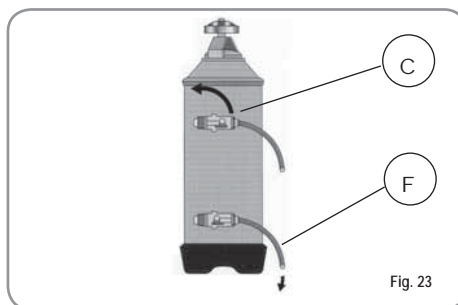

Fig. 23
2) Rimettere il tappo e riposizionare la leva C verso sinistra (Fig. 23), lasciando scaricare l'acqua salata dal tubo F finché non ritorni dolce (circa 1/2 ora).